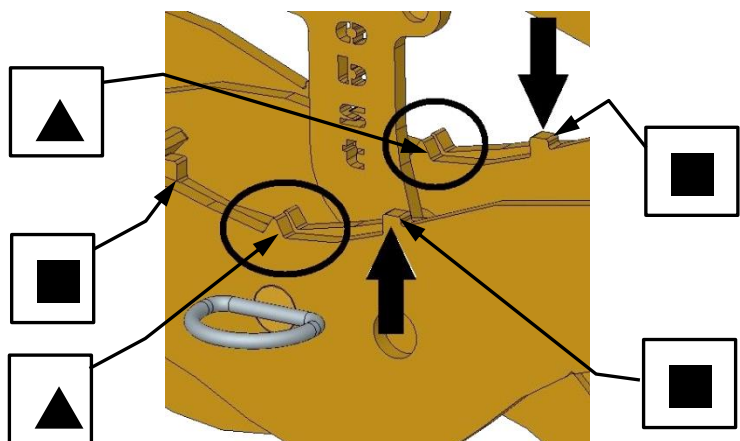
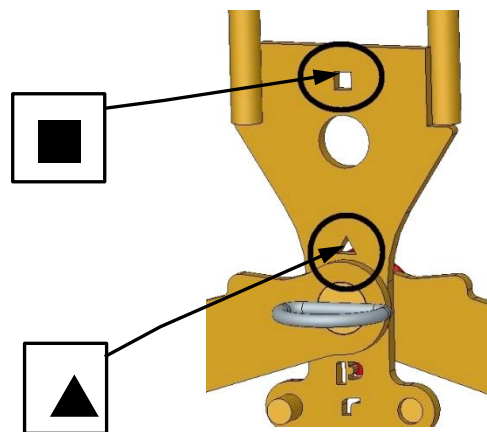

Abb. 2
Abb. 3
- Pour régler cette position d'ouverture, les repères triangulaires ▲ des bras de préhension (au centre de l'appareil) doivent être **superposés** (Fig. 2) et le repère triangulaire ▲ du *crochet de blocage* (2) doit être positionné au dessus de la *goupille de sécurité* (8) (Fig. 3).
- Pour procéder au réglage de l'ouverture, il faut retirer la goupille de sécurité (6) ainsi que la goupille de sécurité (8).
- Une fois que l'ouverture a été réglée, l'appareil doit à nouveau être sécurisé en utilisant la *goupille de sécurité* (8) et la *goupille de sécurité* (6).
- Pour régler cette position d'ouverture, les repères carrés ■ des bras de préhension (au centre de l'appareil) doivent être **superposés** (Fig. 2) et le repère ■ du *crochet de blocage* (2) doit être positionné au dessus de la *goupille de sécurité* (8) (Fig. 3).